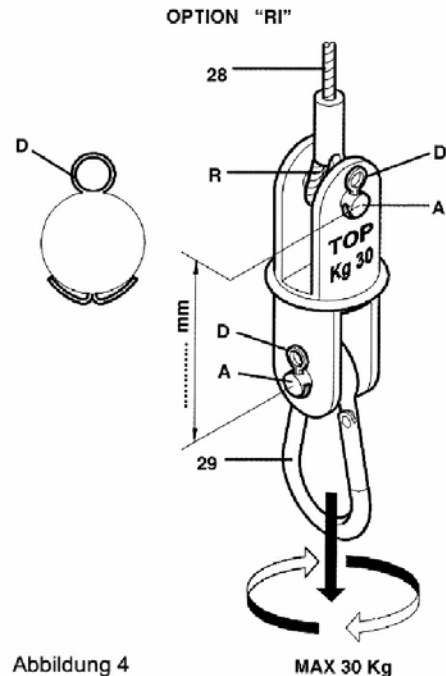

Abbildung 4
Option „RI“ (Isolierter Drehhaken, Abbildung 4):
Die Drehvorrichtung unterbindet die Torsion des Seiles (28) und empfiehlt sich dann, wenn Arbeiten auszuführen sind, die eine kontinuierliche Drehung der Last erfordern. Die Isolierung hat die Funktion, die Last gegenüber dem Lifty-Federzug zu isolieren, um den Stromfluss im Seil (28) zu vermeiden. Halten Sie die Elektrovorschriften zur Sicherheit und zum Erdanschluss ein. Die Option „RI“ kann im Anschluss an den Kauf angefordert werden. Zur Montage: Montieren Sie den Karabinerhaken (29) ab und führen Sie ihn in den unteren Zapfen (A), indem der bereits verformte Splint sitzt. Montieren Sie den oberen Zapfen (A) ab und setzen Sie die Kausche (R) des Seils (Abbildung 4, Nr.28) ein. Setzen Sie den Splint (D) und verformen Sie ihn so, wie in der Abbildung gezeigt.